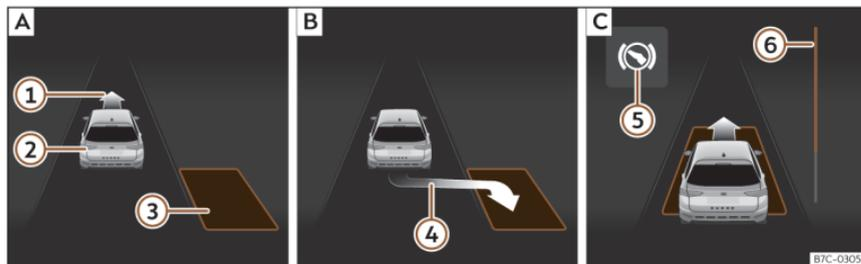
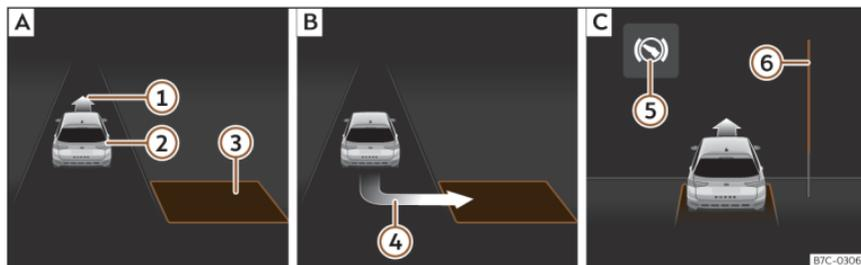

Fig. 173 Sur l'écran du combiné d'instruments : stationner en créneau. **[A]** Chercher une place de stationnement. **[B]** Position de stationnement. **[C]** Manœuvrer.
Fig. 174 Sur l'écran du combiné d'instruments : stationner en bataille. **[A]** Chercher une place de stationnement. **[B]** Position de stationnement. **[C]** Manœuvrer.
recte pour stationner» **fig. 173 [B]** ou» **fig. 174 [B]** a été atteinte. La place sera considérée comme « appropriée » si l'indication de stationnement ④ apparaît à l'écran du combiné d'instruments.
- Reculez jusqu'à ce que retentisse le signal continu du ParkPilot ; **OU** : reculez jusqu'à ce que l'indication de passer en marche avant >>> **fig. 173** [C] ou >>> **fig. 174** [C] apparaisse à l'écran du combiné d'instruments ; **OU** : reculez jusqu'à ce que le message **Park Assist terminé** apparaisse à l'écran du combiné d'instruments. La barre de progression ⑥ indique la distance à parcourir >>> page 284.
en marche arrière jusqu'à ce qu'il soit centré sur la place >>> **fig. 173** [C] ou >>> **fig. 174** [C].
>>> **fig. 173** ⑥ et >>> **fig. 174** ⑥ affiche symboliquement la distance relative qu'il reste à parcourir à l'écran du combiné d'instruments. Plus la distance est grande, plus la barre de progression est remplie. En circulant en marche avant, le contenu de la barre de progression diminue vers le haut, et en circulant en marche arrière, il diminue vers le bas.